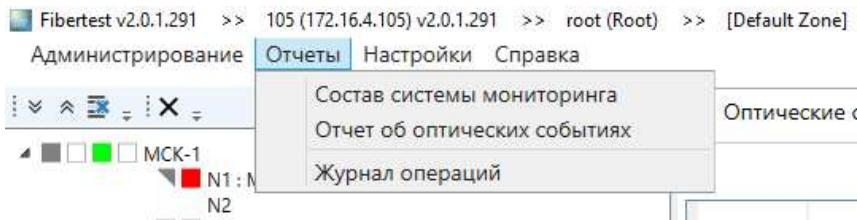

Рисунок 12-1. Выбор типа отчета.
1. Выберите пункт меню «Отчеты» и далее «Отчет об оптических событиях» (см. Рисунок 12-1. Выбор типа отчета.).